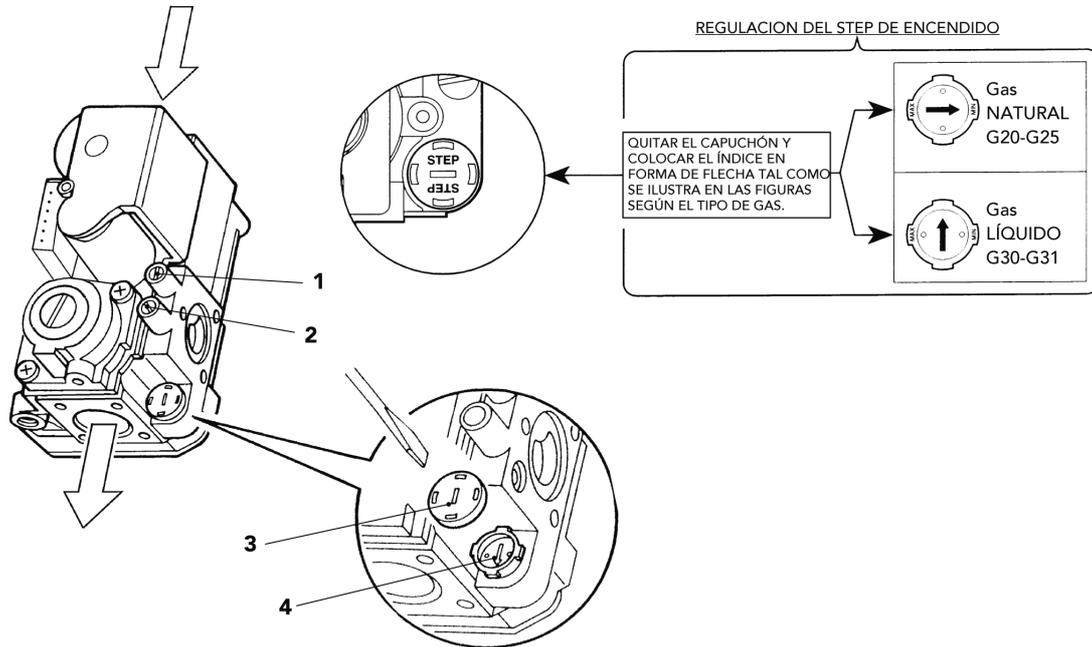

fig. 16
Conectar un manómetro a la toma de presión (2 - fig. 16), situada después de la válvula del gas, y poner el mando del termostato de la caldera en el valor máximo
Tras quitar el tapón de protección 5 (fig. 16), regular la presión del gas en el quemador mediante el tornillo 6 según el valor deseado (véase la tabla de datos técnicos cap. 4.3).
2. Quitar el pequeño capuchón de protección (3 - fig. 16) de la válvula de gas. Con un pequeño destornillador, regular el "STEP" de encendido para el gas deseado (G20 o G31) y volver a poner el capuchón.
- Purgar el aire de los tubos de gas por medio de la toma de presión 1 de la válvula del gas (fig. 16).